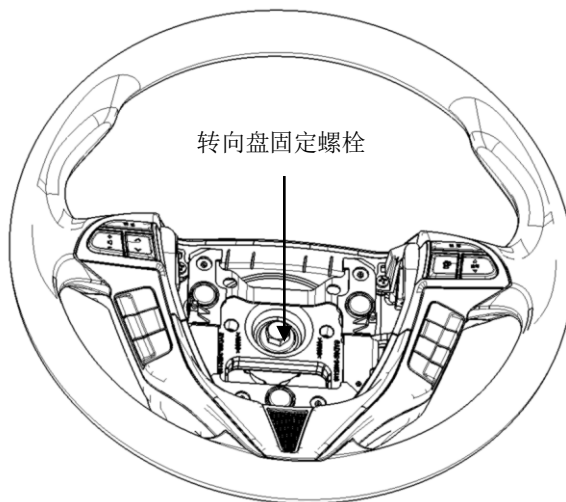

图 4-15
①脱开线束接头。
②使用 14#套筒拆下转向盘固定螺栓，如图 4-15 所示。